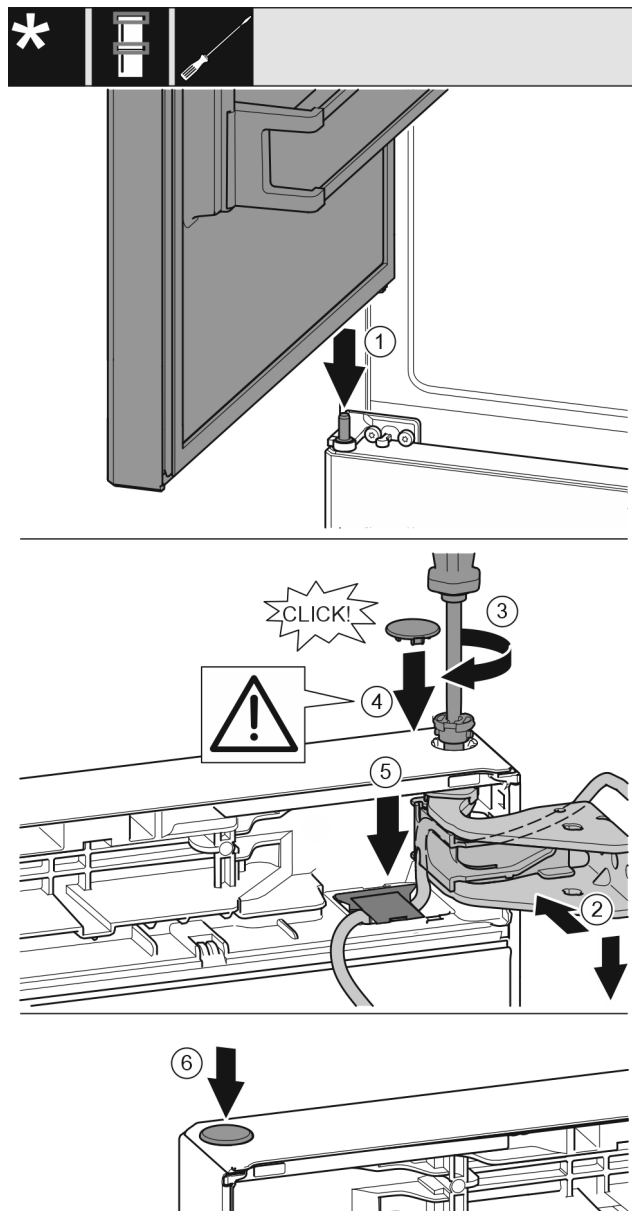

Fig. 42
- ▶ Установите верхнюю дверь на средний опорный палец Fig. 42 (1)
- ▶ Выровняйте дверь вверх по отверстию в опорном кронштейне. Fig. 42 (2)
- ▶ Вставьте палец и затяните отверткой T15. Fig. 42 (3)
- ▶ Установите предохранительную крышку для защиты двери: Вставьте предохранительную крышку и проверьте, прилегает ли она к двери. В ином случае вставьте палец полностью. Fig. 42 (4)
- ▶ Установите крышку и нажмите вниз до момента фиксации. Fig. 42 (5)
- ▶ Вставьте заглушку. Fig. 42 (6)